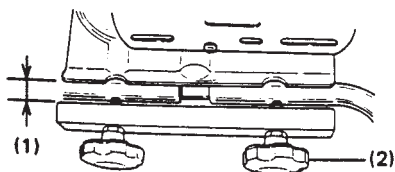

Abb. 1
- 1) Die vier Handgriff-Feststellknöpfe ca. 25 mm losdrehen und beide Handgriffe ausklappen. Dabei darauf achten, daß die Feststellknöpfe nicht zu weit herausgedreht werden und sich lösen (Abb. 1).